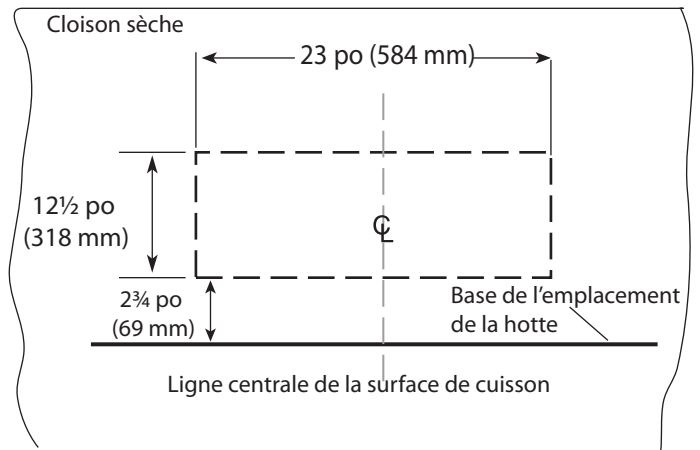

Figure 9 : Dimensions de l'ouverture
Orientation du débouché : Pour un débouché horizontal, une ouverture semblable à celle illustrée sur la *Figure 9* doit être pratiquée dans le mur pour laisser de l'espace au raccord. La hauteur de montage de la hotte détermine l'emplacement de l'ouverture.
4. Pour un débouché horizontal, utilisez la *Figure 9* à la page 10 pour connaître la forme de l'ouverture requise pour faire passer le raccord.